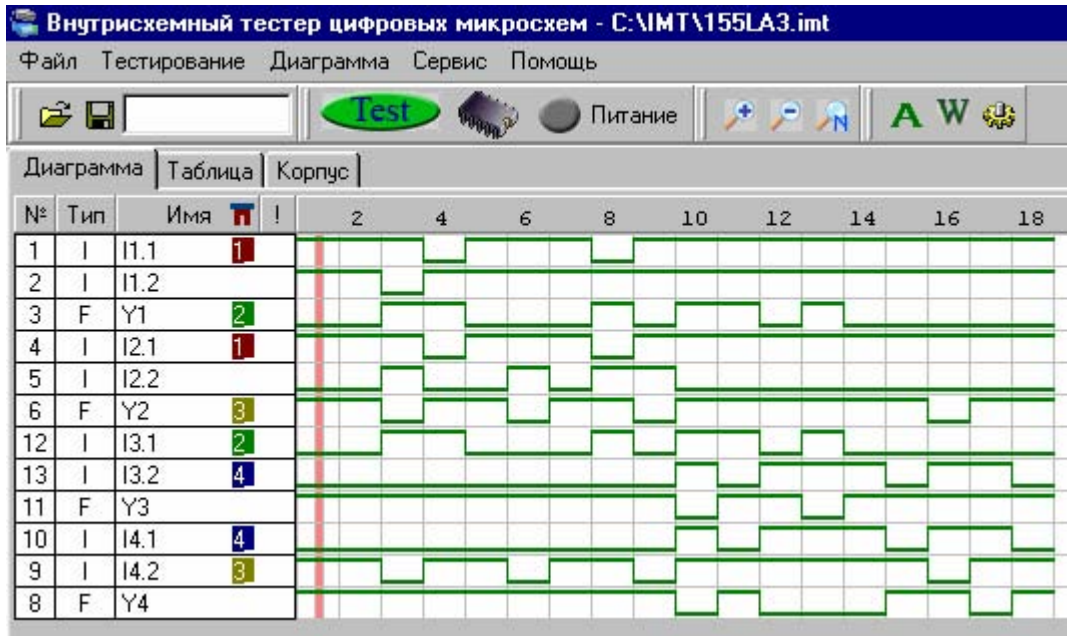

Рис. 4. Временная диаграмма результатов функционального тестирования.
- в виде **результата** тестирования, когда на диаграмме отображены реальные данные, полученные в тесте (рис. 4);